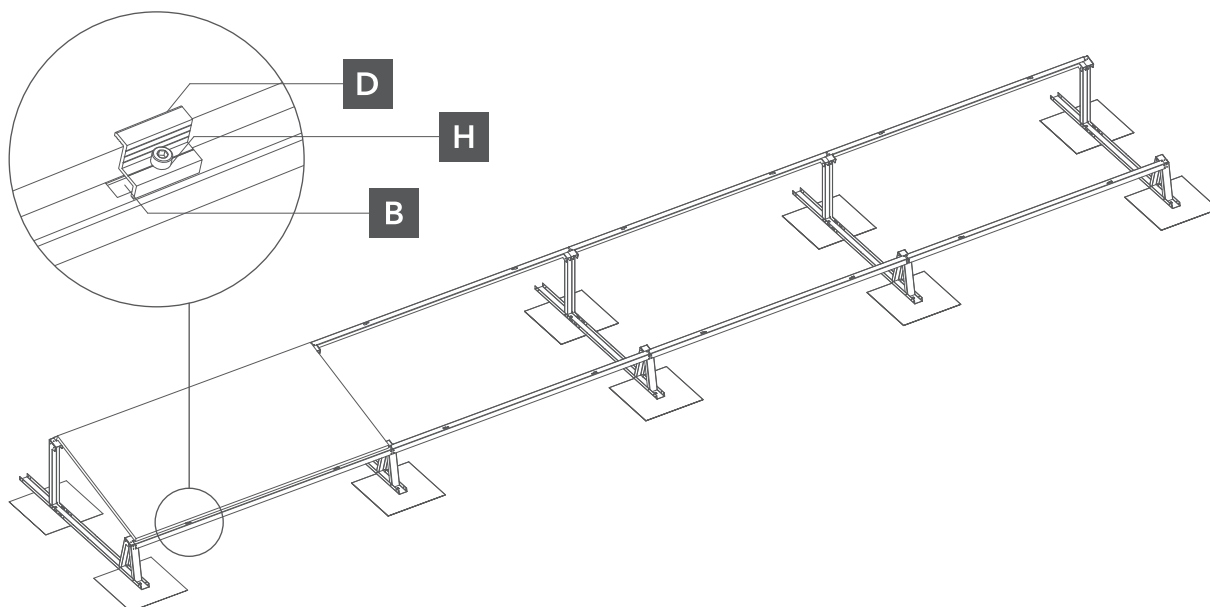

Abb. 6: Befestigung der Module an der Halterung des Montagedreiecks.
- 5** Wir empfehlen, den ersten, äußersten Photovoltaik-Modul auf den Montagehalterungen zu platzieren und es mit den Endklammern zu befestigen. Die Klammern werden mit M8-Inbusschrauben und Flügelmuttern befestigt. Dies sollte wiederholt werden, bis alle Module in einer Reihe montiert sind (Abb. 6).